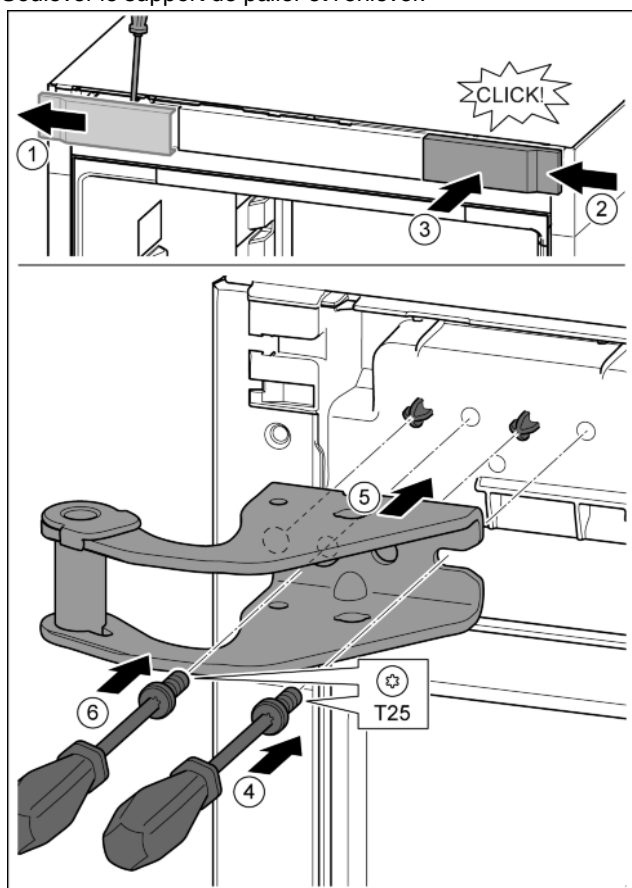

Fig. 11
- ▶ Libérer le cache avec un tournevis et le mettre de côté. Fig. 11 (1)
- ▶ Accrocher le cache tourné de 180° de l'autre côté à droite. Fig. 11 (2)
- ▶ Enfoncer le cache. Fig. 11 (3)
- ▶ Mettre en place la vis avec un tournevis T25. Fig. 11 (4)
- ▶ Mettre en place le support de palier supérieur. Fig. 11 (5)
- ▶ Serrer la vis. Fig. 11 (4)
- ▶ Mettre en place la vis avec un tournevis T25 et la serrer. Fig. 11 (6)